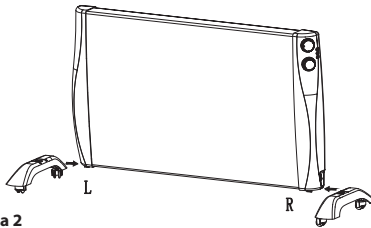

Figura 2
2. Fixe os dois pés no sulco na parte inferior do painel radiador, verifique duas vezes a indicação R e L (direita e esquerda) (Figura 2).